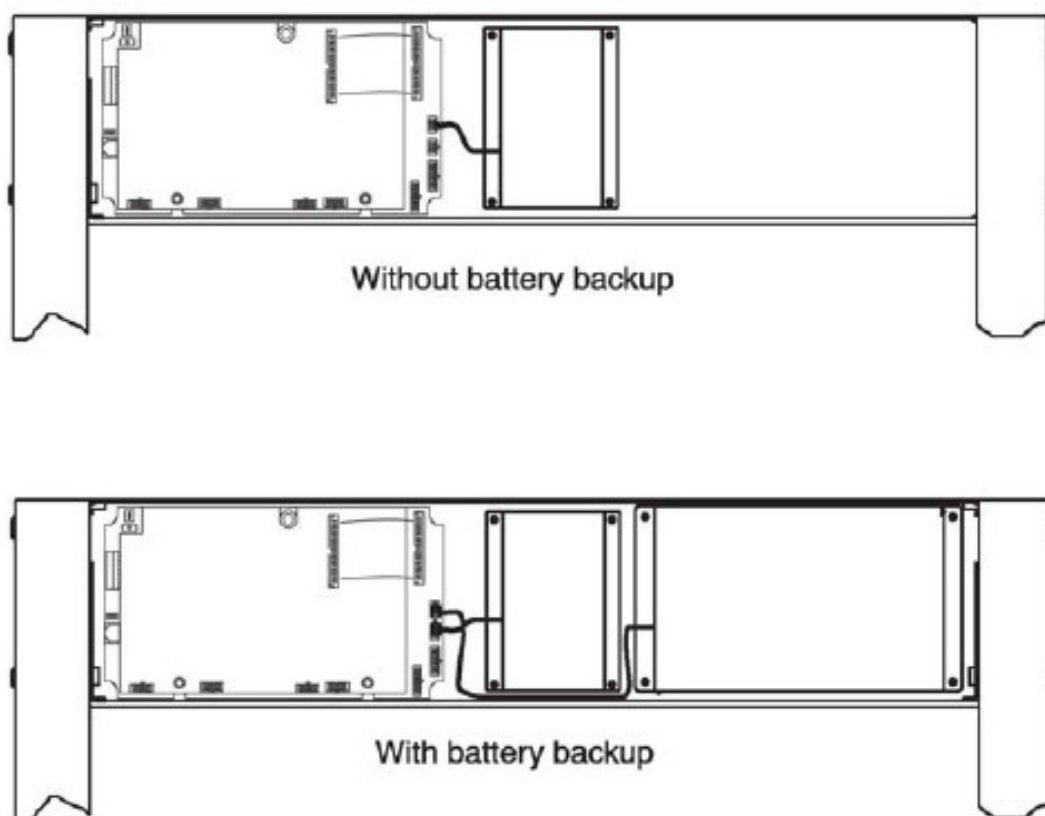

FIGURA 8-1
6. Desconectar la el modulo de alimentación de la placa de la unidad controladora (Ver Figura 8-1)
7. Reconectar la alimentación y el modulo de batería. (Ver Figura 8-1)